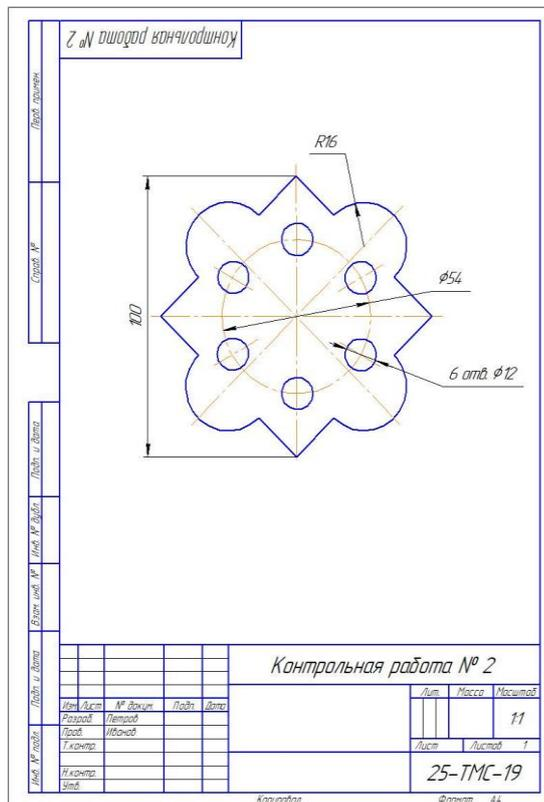

Рисунок 30 Чертеж крышки
- е) Прочертить осевые линии для дуг, (рисунок 30), поверх вспомогательных линий, используя привязку *Точка на кривой*. Стереть вспомогательные линии.